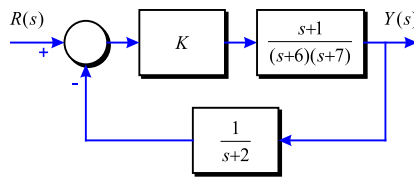

Figura 3-29
**Problema 84** Donat el sistema de la Figura 3-29, trobeu el valor de  $K$  positiu que aconseguix que el sistema realimentat tingui un sobrepic percentual del 10%.